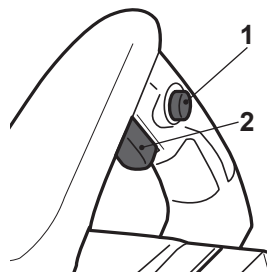

Fig. 6
- > Appuyez sur le bouton marche/arrêt [2] pour mettre le produit en marche (Fig. 6).